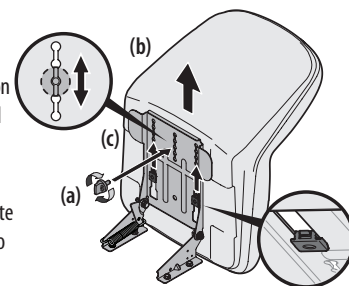

Figura 4
4. Deslice el asiento (b) hacia atrás en el soporte de pivote del asiento (c), alineando una de las ranuras del soporte de pivote del asiento (c) con el orificio que está en la parte posterior central de la base del asiento (b). Consulte la Figura 4.
**Nota:** Asegúrese que las dos lengüetas del asiento se enganchen en el soporte de pivote del asiento, como se muestra en el recuadro inferior derecho de la Figura 4.